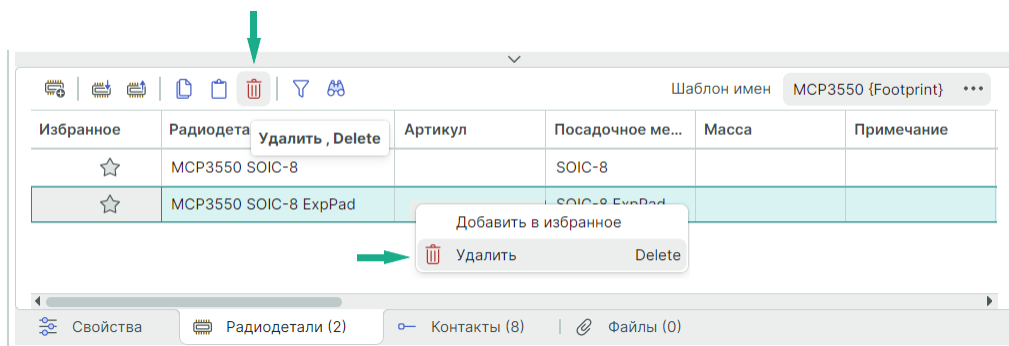

Рис. 302 Удаление радиодетали
2. Нажмите на символ  «Удалить выбранный элемент», см. Рис. 302.
Альтернативный способ удаления строки радиодетали – выбрать из контекстно меню команду «Удалить», см. Рис. 302.